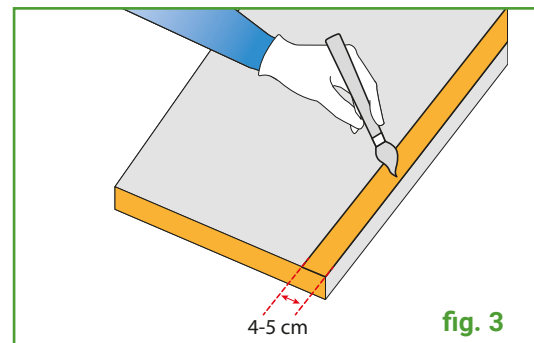

fig. 3
- su una porzione di larghezza 4-5 cm adiacente al bordo della lastra, dal lato che andrà a contatto col canale, e corrispondentemente sulla superficie stessa del canale. (**fig. 3**)